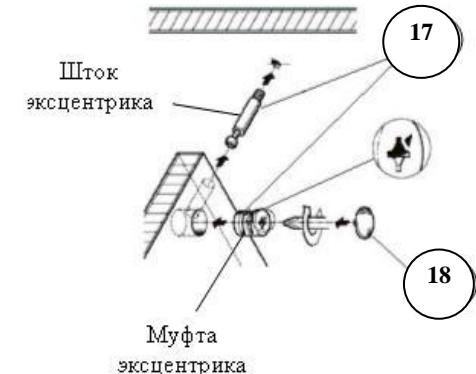

Рис.3 Установка эксцентриковой стяжки
- Установить муфты эксцентриков (17) и шканты (24) в подходящие отверстия на боковинах ящиков (11,12). Вкрутить шток эксцентрика (17) в фасады ящиков (9) (рисунок 3,4).
- Собрать корпус ящика по рисунку 4 при помощи винтов-конфирматов (15) и эксцентриковых стяжек (17).
- Выверить прямоугольность корпуса ящика (равные диагонали). Дно ящика (7) завести в паз на фасаде (9), закрепить саморезами 3х20 (19) к задней панели (10) и боковинам ящика (11,12).
- На боковины ящиков (11,12) установить съемную часть направляющих (22) и закрепить их саморезами 3,5x12 (23).
- Установить ручки (21) на фасады ящиков(9).